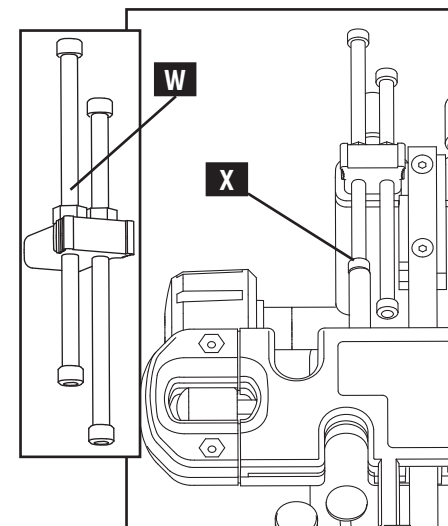

Fig. D15
On peut trouver comment réparer un joint serré ou lâche en lisant l'étiquette « Baguettes A » (Illustration D14) du gabarit à doigts ajustables. Si le joint a besoin d'être plus lâche, les butées doivent être ajustées en desserrant l'écrou hexagonal (W), Fig. D15), et en tournant la vis d'arrêt (X) dans le sens des aiguilles d'une montre de façon à ce que la butée puisse reculer légèrement. Si le joint a besoin d'être plus serré, tournez la vis (X) dans le sens contraire des aiguilles d'une montre de façon à ce que la butée avance légèrement. Après cette réparation, remplacez le gabarit sur des nouvelles positions d'arrêt et recoupez la planche-goujon.